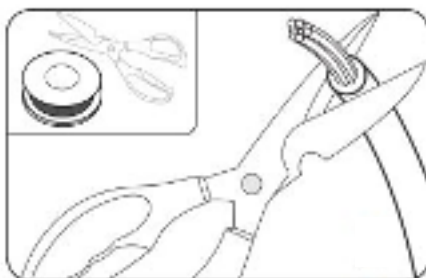
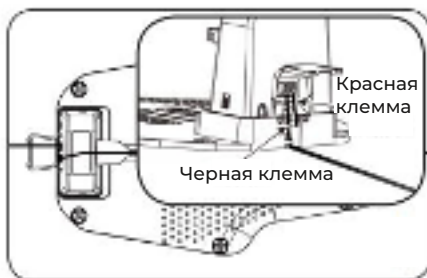

Рис. 3
Рис. 4
5.1.3 Снимите около 10 мм изоляции с каждого конца провода (как показано на рис. 3).
5.1.4 Ограничительный провод вставьте красную клемму, затем проведите ограничительный провод через прорезь под пластиной зарядной станции (как показано на рис. 4).
5.1.5 Когда вы проложите ограничительный провод по контуру рабочей зоны, отрежьте остаток провода, снимите 10 мм изоляции (рис. 3), вставьте в черную клемму (рис.4).